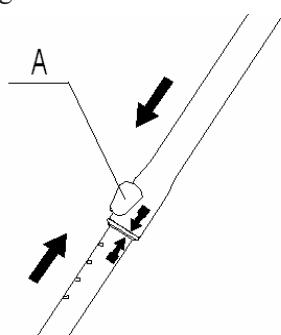

Fig. 2
2. Alinee las 2 flechas que se indican en el eje superior e inferior como se muestra en la Fig.2.